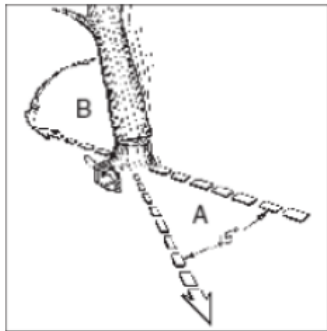

Fig 10a
Ostrzeżenie: Przed rozpoczęciem cięcia należy zaplanować i oczyścić drogę ewakuacyjną (A). Droga ewakuacyjna musi przebiegać do tyłu i po przekątnej, w kierunku przeciwnym do kierunku upadku, jak na rys. 10a.
**OSTRZEŻENIE:** Gdy rzaz ścinający zbliży się do zawiasy, drzewo powinno zacząć spadać. Gdy drzewo zacznie spadać, należy wyjąć piłę z rzazu, wyłączyć silnik, odłożyć pilarkę i opuścić teren drogą ewakuacyjną (rys. 10a).